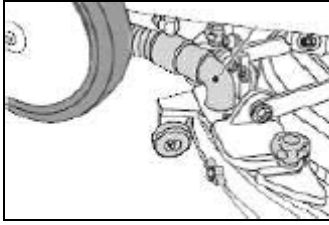

Рис. 7
- Обратите внимание на индикатор (A), чтоб проверить уровень заряда батареи.
- Удостоверьтесь в том, что разъем сквиджа не засорен и правильно подключен (Рис. 7).